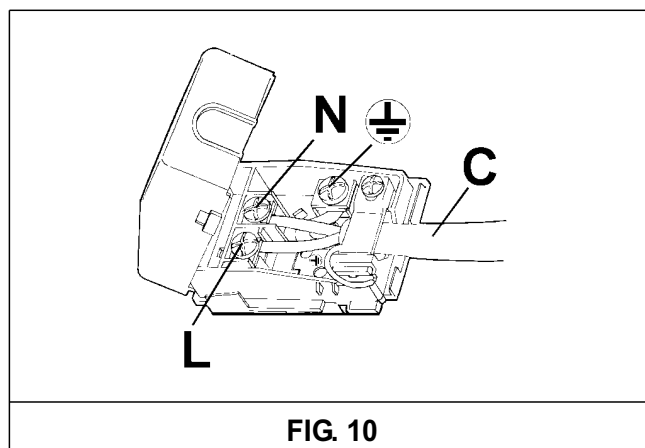

FIG. 10
- Branchez les fils en suivant le schéma de la fig. 10, et en respectant les indications suivantes: